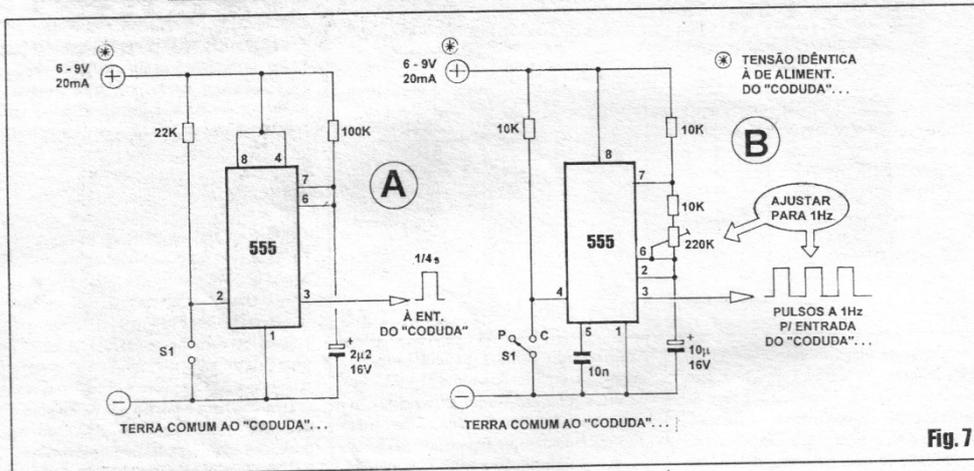

Fig. 7
- FIG. 7 - CRIANDO (FACILMENTE...) PULSOS DE CONTROLE E CONTAGEM PARA O CODUDA... -
às necessidades gerais de tensão e de corrente: qualquer circuito ou módulo eletro/eletrônico de apoio ou de geração de pulsos/comandos para o **CODUDA** deve ser alimentado por tensão *igual* à usada na energização do próprio contador, para que não haja conflitos de níveis digitais entre eles (que podem induzir a erros nas contagens e até a danos ao circuito do **CODUDA**...). Lembrar que essa *identidade* de *voltagens* é também bastante conveniente por permitir que os contadores e os ditos circuitos de apoio *compartilhem* a mesma fonte, proporcionando economia (em custos e em tamanho geral dos arranjos...). Nesse *compartilhamento* é também importante não esquecer de considerar os requisitos de corrente... No caso dos dois módulos de apoio da **FIG. 7**, eles *pedem* cerca de 20 mA *para si*... Tal parâmetro (se tudo for energizado por única fonte...) deve ser somado aos quesitos dos **CODUDAS**... Assim, se três **CODUDAS**, mais um circuitinho de geração de pulsos (como os ilustrados...) forem alimentados conjuntamente por uma fonte, esta deverá ser capaz de proporcionar (para boa *folga*...) cerca de 1 A. Finalizando, lembrar que é obviamente possível a alimentação individual para os **CODUDAS** e o eventual módulo eletro/eletrônico gerador dos pulsos (caso em que os requisitos de corrente ficarão por conta de cada um...), porém, além da necessária *identidade* de tensões, é preciso que *todos* os módulos envolvidos no arranjo mantenham um *terra comum*, ou seja: que as linhas dos *negativos* das alimentações sejam eletricamente interligadas, sem o que não haverá passagem dos pulsos entre os estágios...